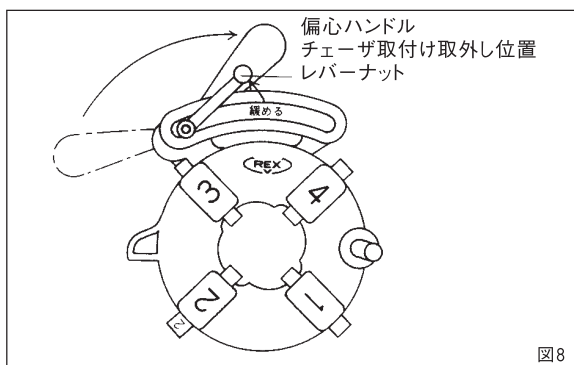
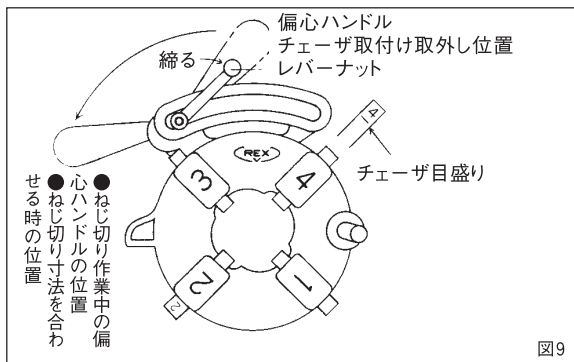

図8
図9
a. チェーザの取外しかた (図8)
- ① 偏心ハンドルを図の方向に倒して、レバーナットをゆるめ、偏心ハンドル部を左端いっぱいの位置までよせてください。これで3番と4番のチェーザが取外せます。
- ② 次にダイヘッドを起すと1番と2番のチェーザが取外せます。
b. チェーザの取付けかた (図9)
- ① ダイヘッドをチェーザの取外した状態にします。
- ② ダイヘッドの3番と4番の溝番に同じ番号のチェーザを位置決めノッチにはまりこむまで差し込んでください。
- ③ 次にダイヘッドを起して1番と2番のチェーザを同じ溝番に差し込んでください。
- ④ 次は偏心ハンドルを矢印の方向に倒しますと、チェーザはダイヘッドの中心にもかっちはいります。これでチェーザは完全に溝にセットされたわけです。もし偏心ハンドルがうごかない時は4枚のいずれかのチェーザが正しい位置にセットされていないので偏心ハンドルに軽く力を入れてチェーザを上下にうごかして、チェーザの位置を正しく直してください。
- ⑤ あとはご希望のねじ切り寸法に合わせていただき、ねじ切りを行ってください。(ねじ切りの項参照)